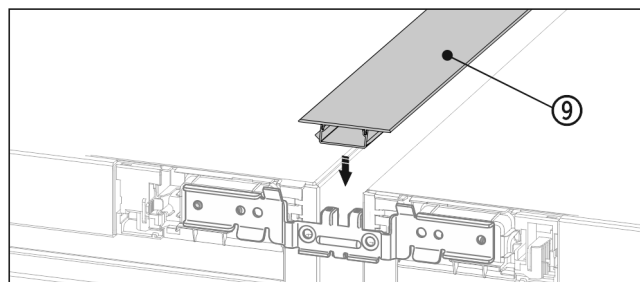

Fig. 20
- ▶ Na hornej strane zatlačte do medzery krátku kryciu lištu Fig. 20 (9).